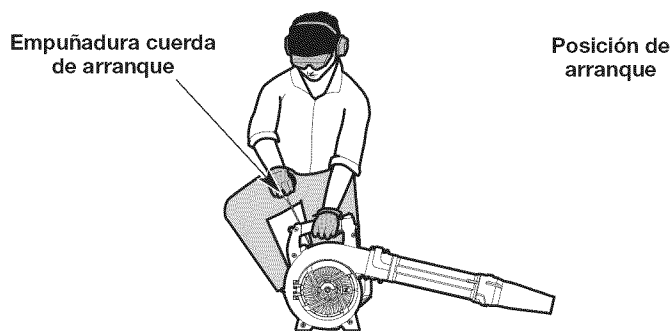

Fig. 13
**ADVERTENCIA:** Se debe evitar arrancar accidentalmente la unidad. A fin de evitar que se produzcan lesiones graves, el operador y la unidad deben estar en una posición estable cuando se jala la cuerda de arranque (Fig. 13).
6. **NO** apriete el control del acelerador. Agacharse en la posición de arranque (Fig. 13).